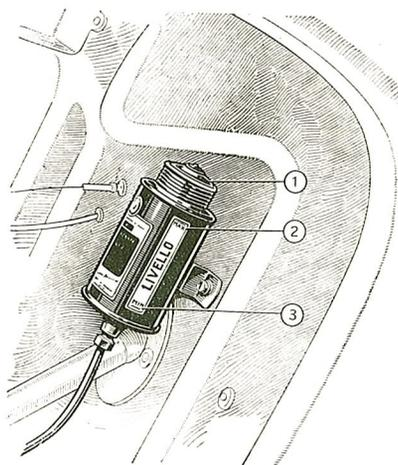

Fig. 26. — Serbatoio del liquido per i freni idraulici. 1. Tappo con fori sfiatatol. - 2. Livello massimo del liquido. - 3. Livello minimo.
22. — **Serbatoio del liquido dei freni:** Verificare il livello del liquido Lockheed per freni idraulici ed aggiungerne eventualmente fino al livello « Max. » (fig. 26).